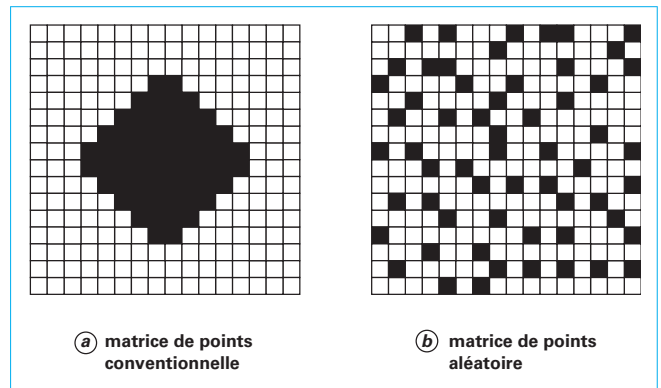

Figure 5 – Deux types de matrice
Dans l'exemple de la figure 5, la valeur du point (à peu près 60 pixels) représente un point de trame (AM) d'environ 24 %.